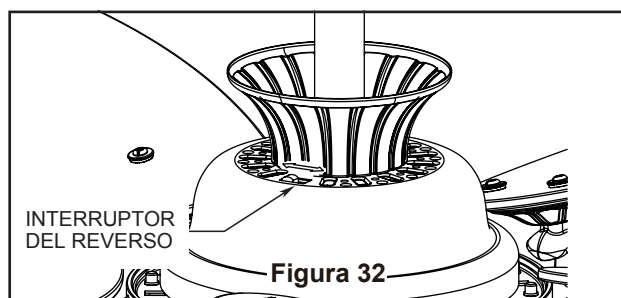

Figura 32
4. Si se desea que el flujo del aire vaya en la dirección opuesta, apague el ventilador y espere a que se detengan las palas. Deslice la carcasa de la cubierta para visualizar el interruptor del reverso. (Figura 32)